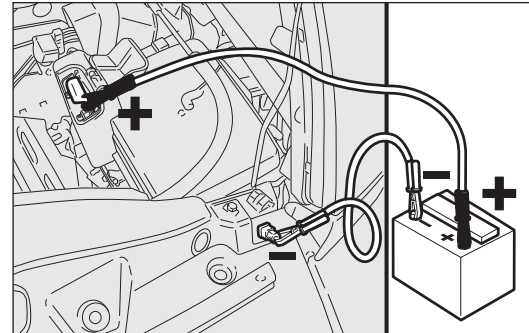

fig. 158
- ☐ brancher avec un second câble la borne négative (–) de la batterie auxiliaire au point de masse comme indiqué dans la fig. 158 ;